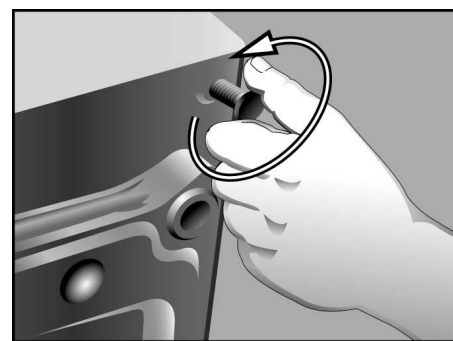

Figure 7
1. Enlevez les pieds installés à l'origine sur l'appareil (voir la **Figure 7**). **NE PAS** réinstaller ces pieds sur le socle. Conservez les pieds de l'appareil au cas où celui-ci doit être réinstallé plus tard sans le socle.